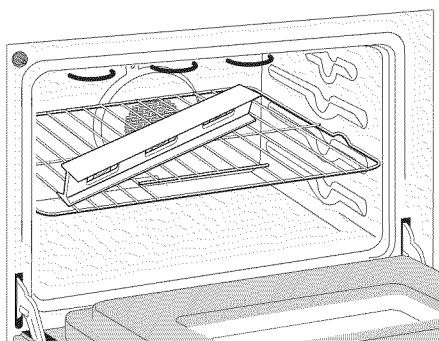

Figura 4
**NOTA:** La cocina corrediza eléctrica viene de fabrica con un agujero de diámetro 1 1/8" (2.9 cm) como se muestra en la figura 4. Si un agujero mas largo está necesario retire la arandela de la pre-cortada.